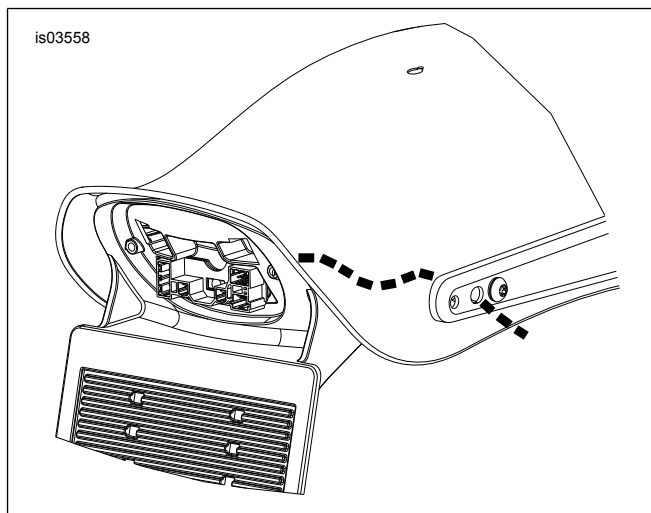
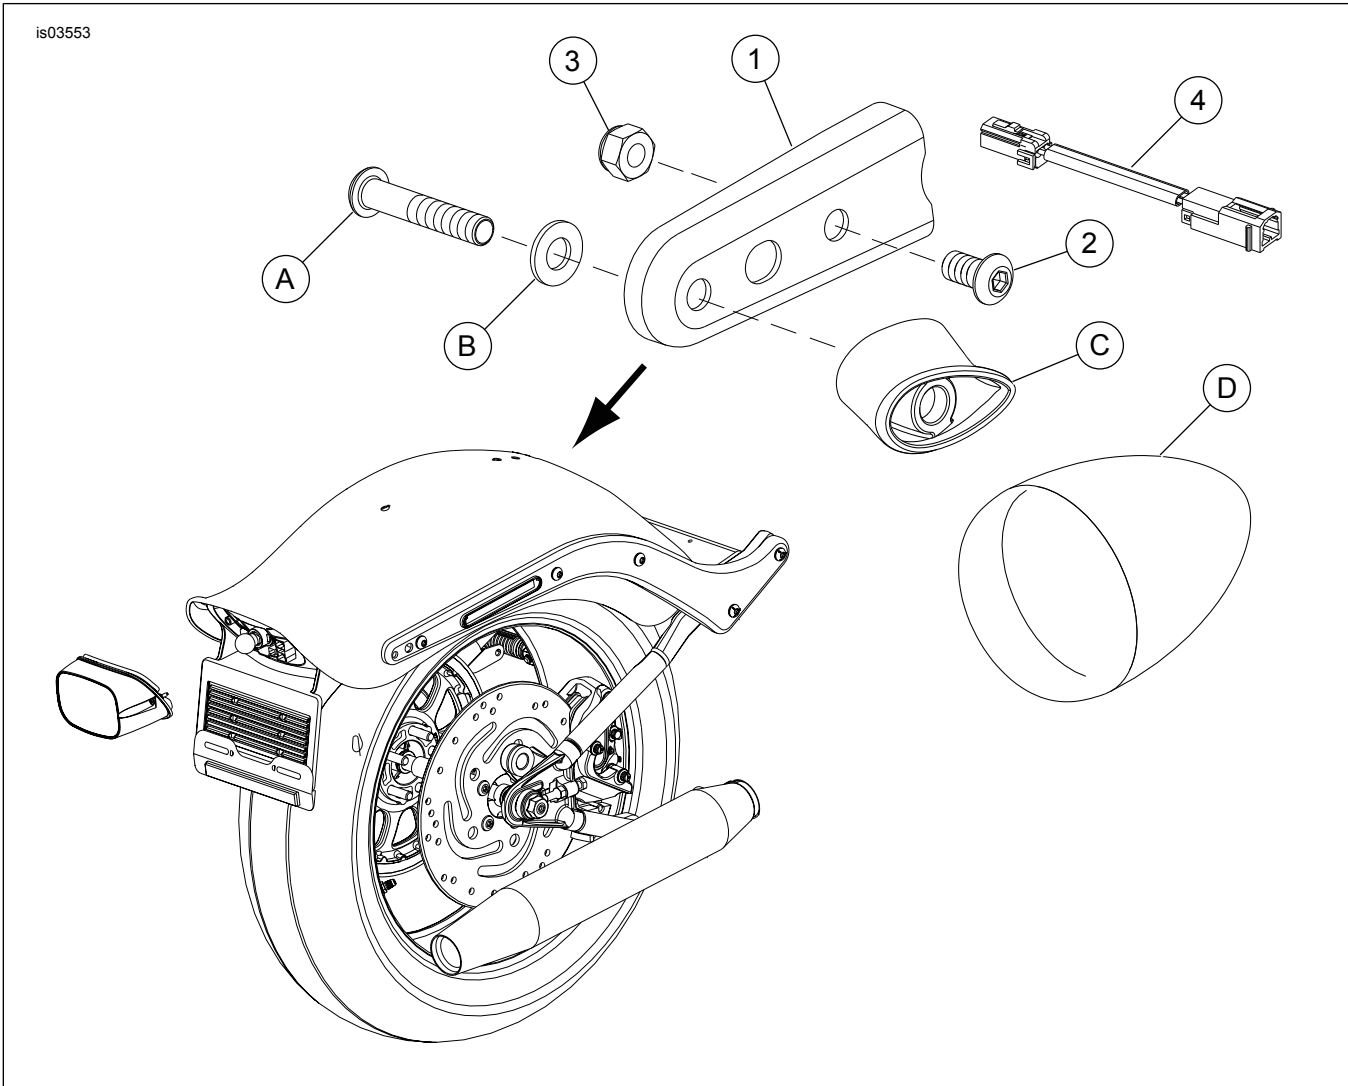

Figure 6. Acheminer le câblage à travers le garde-boue arrière et le support
Figure 8. Pièces détachées : kit de repositionnement de feux de direction Softail
Voir la Figure 8 et le Tableau 1.
- Voir la Figure 8. Retirer la vis de série (A) et la rondelle (B) de la monture de feu de direction (C).
- Tirer le feu de direction (D) et la monture de feu de direction pour les éloigner du support de garde-boue.
- Voir la Figure 6. Retirer le feu de direction et les fils du véhicule en acheminant le câblage et le connecteur de feu de direction à travers les trous dans le garde-boue arrière et le support de garde-boue. Guider délicatement les fils à travers les trous pour s'assurer qu'ils ne sont pas endommagés.
2. Voir la Figure 8. Introduire la vis de série (A) et la rondelle (B) à travers le trou arrière du support de repositionnement (1) et la monture du feu de direction (C).
3. Visser la vis (A) dans le feu de direction (D). Serrer à un couple de 16,3 à 21,7 N·m (12 à 16 lb·pi).
4. Aligner le support de repositionnement (1) avec l'arrière du support de garde-boue et l'installer avec la vis (2) et l'écrou (3) du kit. Serrer l'écrou à un couple de 16,3 à 21,7 N·m (12 à 16 lb·pi).
6. Voir la Figure 8. Raccorder la prise mâle de la rallonge de faisceau (4) au connecteur de feu de direction. Raccorder ensuite la prise femelle de la rallonge de faisceau au connecteur approprié de la carte de circuit.